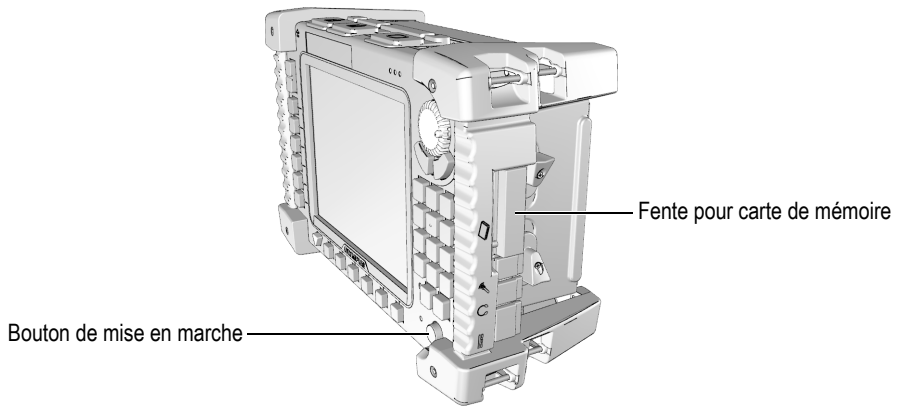

Figure 1-17 Appareil OmniScan MX
5. Sur l’OmniScan (voir la Figure 1-17 à la page 39) :